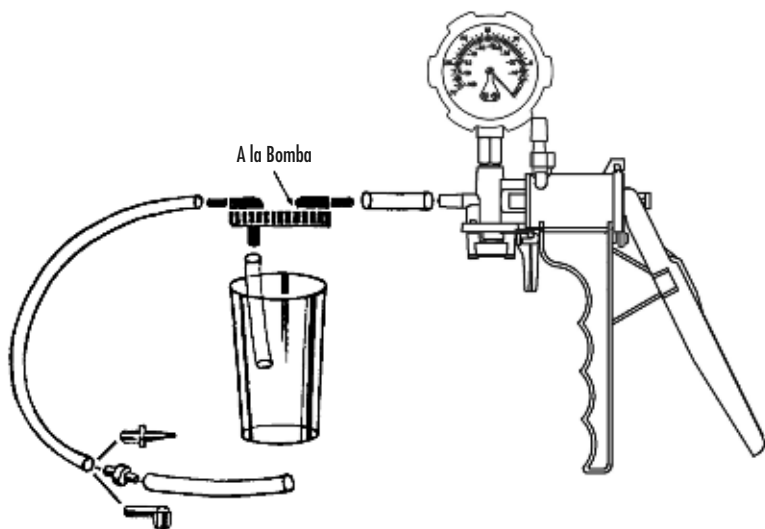

FIGURA 15: JUEGO DE PURGA DEL FRENO
3) Introduzca deslizando  $1\frac{1}{2}$ " de tubo entre la bomba y la tapa del vaso del depósito, en el orificio marcado "TO PUMP" (a la bomba) (FIGURA 15).